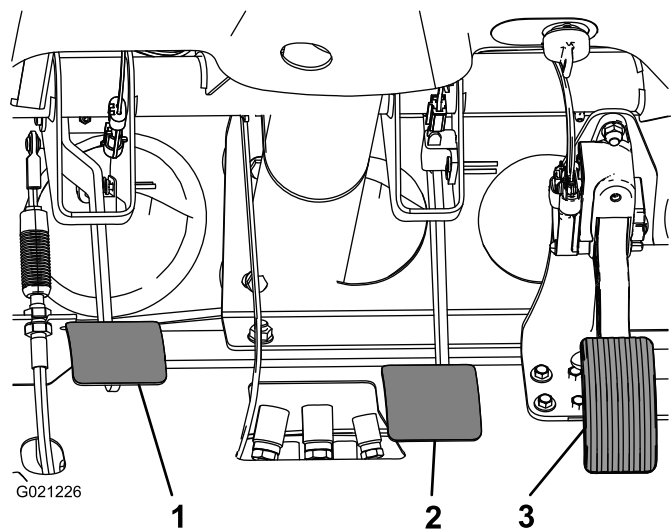

図 67
2. ブレーキペダル 図 67 を持ち上げてフレームに接触させる。
3. ヨークをマスターシリンダのシャフトに固定しているジャムナットをゆるめる 図 67。